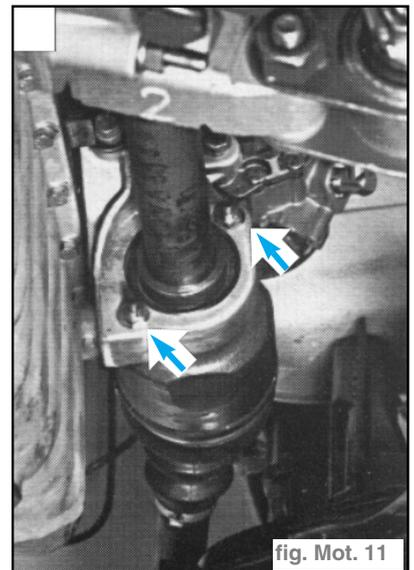

fig. Mot. 11
- Déposer les deux vis sur le support de l'arbre intermédiaire. (fig. Mot. 11)